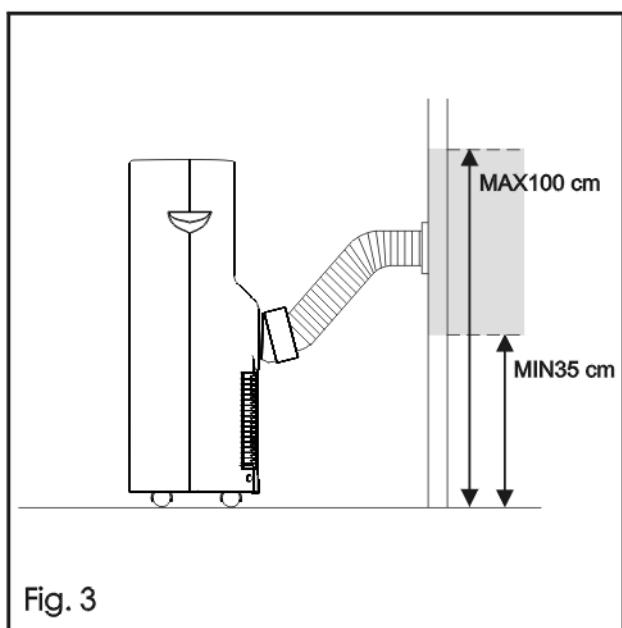

Fig. 3
- Inserire l'altra estremità del flessibile di scarico nella flangia fissata in precedenza al muro come illustrato nella Fig. 3.